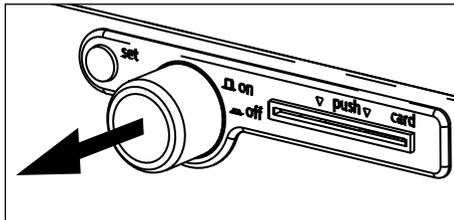

Abb. 12 Kühlbrutschrank einschalten
- ▶ Einschalten: Hauptschalter drücken, so dass er aus dem Gerät kommt (Abb. 12).
2. Gerät einschalten. Dazu den Drück-Dreh-Geber an der Bedienoberfläche drücken, so dass er aus dem Gerät kommt (siehe Abb. 12 auf Seite 26).